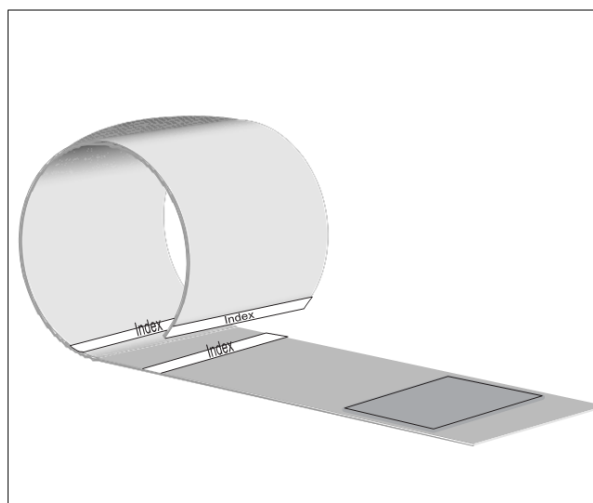

Abbildung 14: Anlegen der Manschette, Manschettenindex
- sich beim Schließen die gestrichelte, weiße Linie innerhalb der beiden gestrichelten Linien mit dem Symbol  befindet (andernfalls andere Manschettengröße wählen, Abbildung 14),